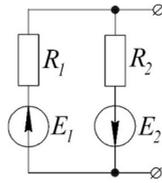

Рис. 40. Конфигурация расчетной электрической цепи
**Пример 1.** Для изображенной электрической цепи (рис. 40) определите параметры эквивалентного генератора (ЭГ). Значения параметров электрической цепи:  $R_1 = 5 \text{ Ом}$ ,  $R_2 = 15 \text{ Ом}$ ,  $E_1 = 80 \text{ В}$ ,  $E_2 = 60 \text{ В}$ .